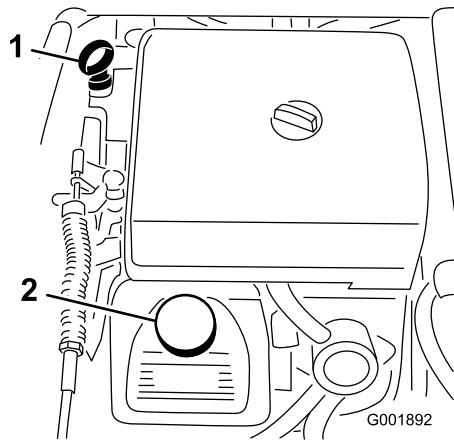

図 21
2. ディップスティックを抜き、ウェスで一度きれいに拭く(図 21)。ディップスティックを、チューブの根元までもう一度しっかりと差し込む。ディップスティックを引き抜いて油量を点検する。
3. 油量が少なければ、バルブ・カバーの上についている補給口(図 21)を開け、ディップスティックの Full マークまでオイルを補給する；オイルの種類や粘度の選択については「エンジンの保守」の章の「エンジン・オイルについて」を参照。補給するときは、ディップスティックで確認しながら少量ずつ入れる。入れすぎないよう注意してください。